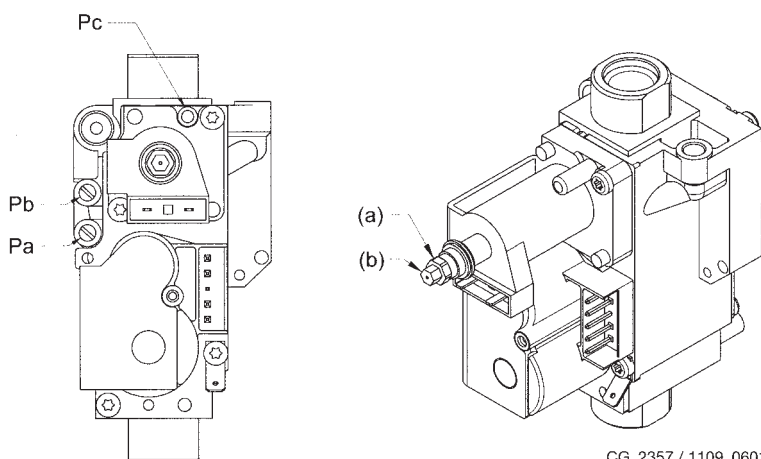

Figura 10
- Conecte la toma de presión positiva de un manómetro diferencial, si es posible de agua, en la toma de presión (**Pb**) de la válvula del gas (Figura 10). Sólo en los modelos con cámara estanca: conecte la toma negativa del mismo manómetro a una **T** que permita conectar al mismo tiempo la toma de compensación de la caldera, la toma de compensación de la válvula del gas (**Pc**) y el manómetro. Una medición similar puede realizarse conectando el manómetro a la toma de presión (**Pb**) sin el panel frontal de la cámara estanca. Cualquier otro método utilizado para medir la presión en los quemadores podría dar resultados falsos, ya que no tomaría en cuenta la depresión creada por el ventilador en la cámara estanca.
- Controle que la presión dinámica de alimentación de la caldera, medida en la toma de presión (**Pa**) de la válvula del gas (Figura 10), sea correcta (37 mbar para propano o 20 mbar para gas natural).